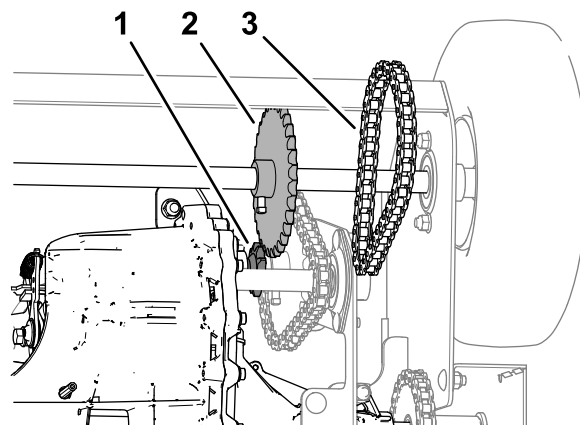

Figure 53
3. Retirez et conservez le maillon de jonction de la chaîne d'entraînement des roues et retirez la chaîne du pignon de la boîte-pont et du pignon d'entraînement des roues (Figure 53).